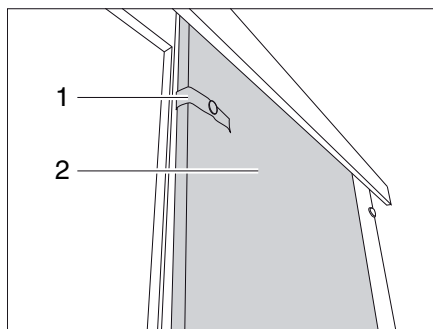

Fig. 80 Porta scorrevole
- Staccare il nastro di sicurezza (Fig. 80,1).
- Tirare la porta scorrevole (Fig. 80,2) in posizione chiusa.
- Portare la porta scorrevole (Fig. 80,2) in posizione aperta.
- Fissare la porta scorrevole con il nastro di sicurezza (Fig. 80,1).